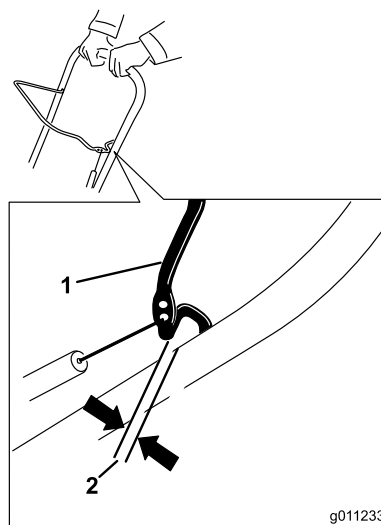

Figure 20
Rapprochez la barre de commande du guidon pour tendre le câble de commande (Figure 20).
**Remarque:** Vérifiez que la barre de commande et le guidon sont espacés de 2 à 3 mm (1/16 à 1/8 po) (Figure 20).